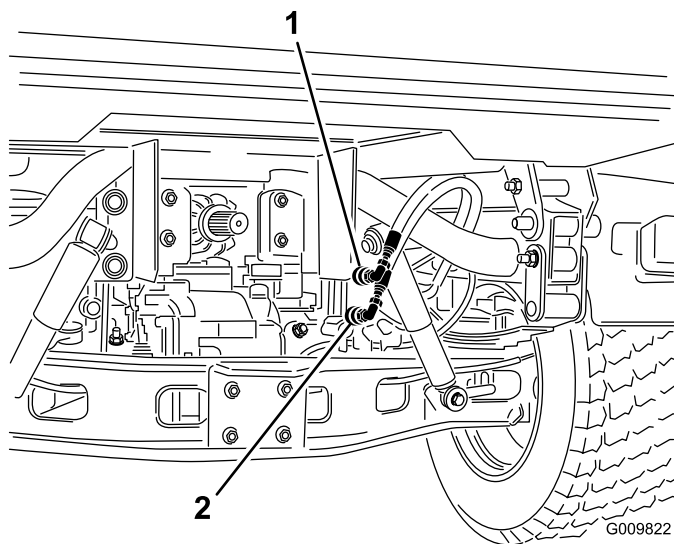

Figura 79
2. Scollegate i due tubi dei giunti a disinnesto rapido dai tubi fissati alla relativa staffa, su entrambi i veicoli (Figura 79).